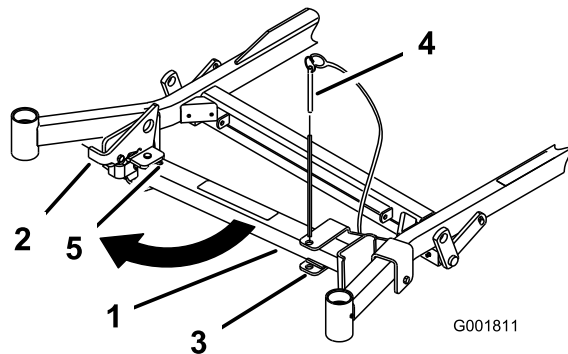
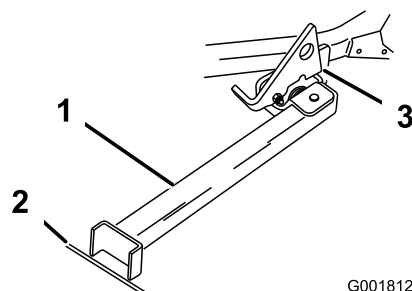

Figura 45
Figura 46
2. Retire o pino do suporte (Figura 45).
4. Rode o pé do apoio e deslize-o em direção à máquina, no fundo da ranhura (Figura 45 e Figura 46).
5. Coloque o pé do apoio no terreno e pouse o trinco na patilha rotativa (Figura 46).
Nota: Para obter melhores resultados, coloque o pé do apoio nos passeios ou na relva (Figura 46).
7. Conduza a máquina para o apoio. Pare quando o trinco passar pela patilha para posição bloqueada (Figura 46).
5. Coloque novamente o apoio na posição de descanso (Figura 45).